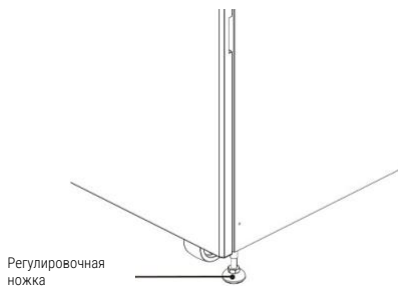

Рисунок 2-5
5. Чтобы зафиксировать шкаф в нужном положении, просто поверните регулировочные ножки по часовой стрелке. См. рисунок 2-5.